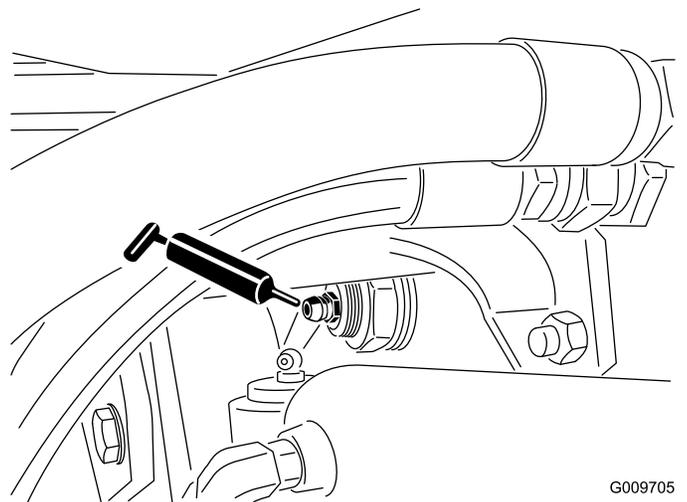

Figure 48
- Bagues de pivot de pont arrière (2) (Figure 48).